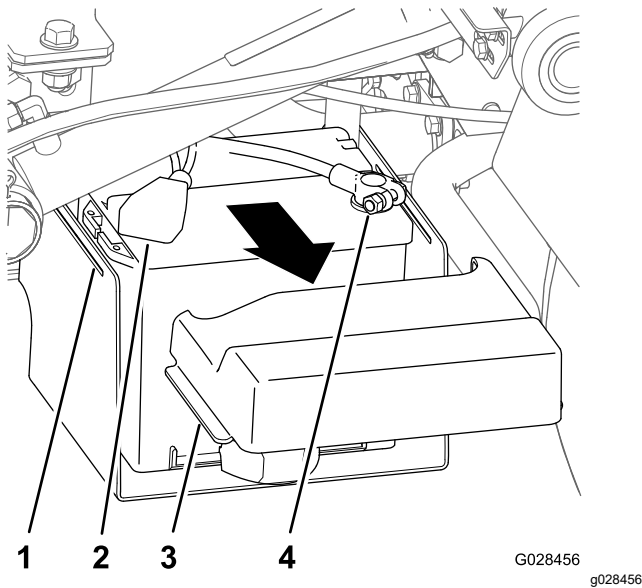

Bild 15
1. Drücken Sie die Seiten der Batterieabdeckung zusammen, um die Nasen aus dem Batterieunterteil zu lösen, und nehmen Sie die Batterieabdeckung vom Batterieunterteil ab (Bild 15).
- Schieben Sie die Abdeckung zurück und ziehen den Minuspol der Batterie von der Batterie ab (Bild 15).
- Ziehen Sie den Pluspol der Batterie von der Batterie ab (Bild 15).